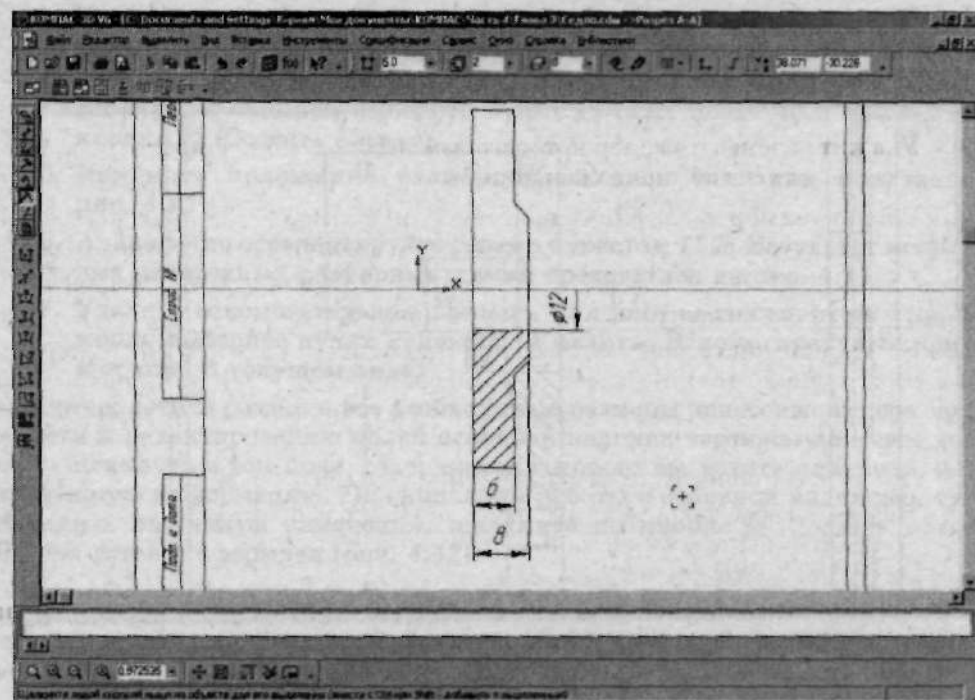

Рис. 4.37. Создайте линейный размер с обрывом
8. В поле **Размер** введите нужный текст, например $\varnothing 12$, после чего, перемещая курсор, добейтесь нужного расположения линии стрелки и щелкните левой кнопкой мыши. Размер будет создан (рис. 4.37).